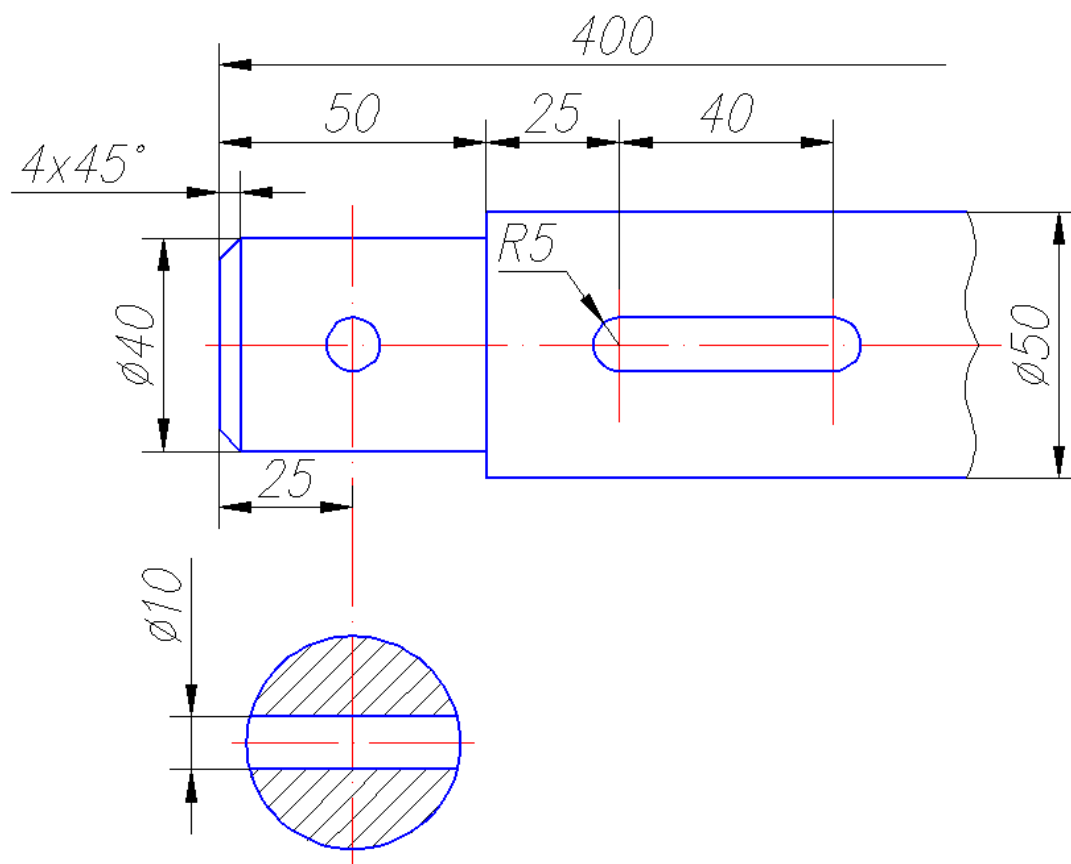

Рис. 72. Пример выполнения чертежа «Вал»
В качестве практических рекомендаций к освоению программы AutoCAD предлагаем выполнить чертеж детали (рис. 72). Для этого необходимо создать файл чертежа *Вал.dwg* и сохранить его на диске D в своей папке. Для освоения множества возможных инструментов программы рекомендуем придерживаться последовательности операций:
4. Вычертить главный вид детали (см. рис. 72):
4.14. Нанести размеры (**Слой 3**) в соответствии с рис. 72 (см. подр. 2.6.6).